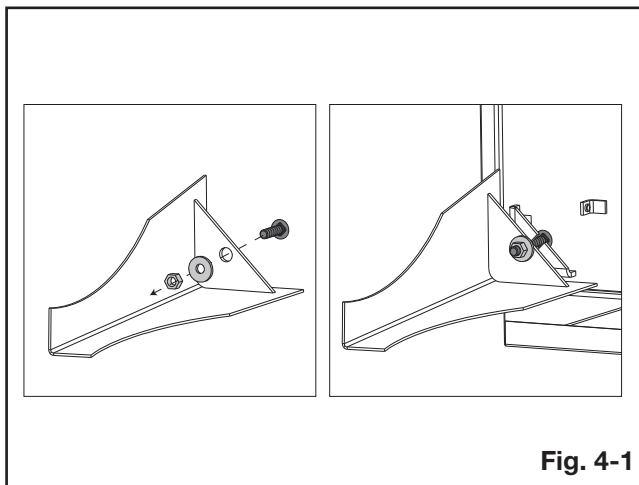

Fig. 4-1
- Avec le boulon passé par les pattes, mettez la rondelle et la rondelle de blocage sur le boulon. Enflez l'écrou un ou deux fil sur le boulon and faites glisser les pattes sur la fente de l'appareil (**Fig. 4-1**).